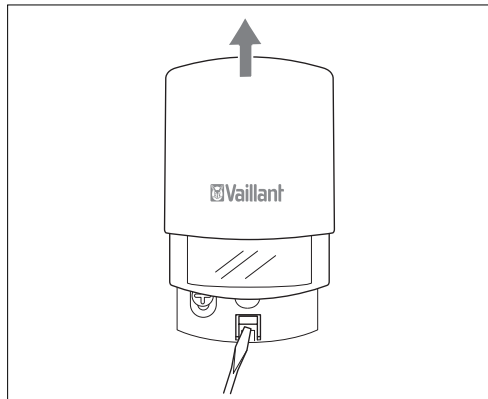

Fig. 3.1 Afmontering af radioudføleren
- ⇒ Før en skruetrækker ind forneden i låsetappen på vægsoklen. Træk radioudføleren opad fra vægsoklen (se fig. 3.1).